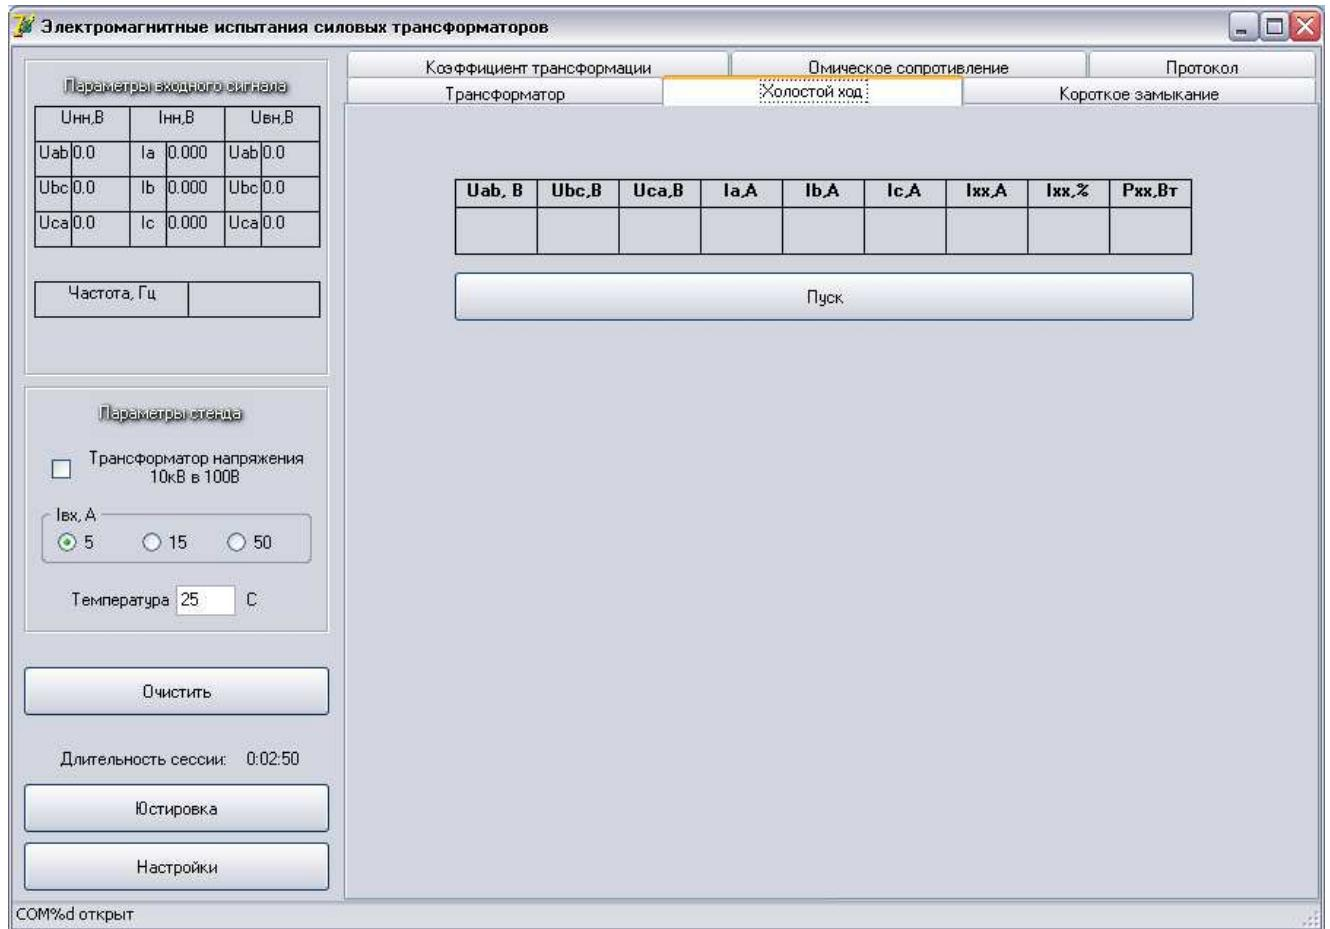

Рис. 6
2.5.2. При выборе закладки «Холостой ход» в рабочем окне открывается панель для проведения опыта ХХ рис. 6.